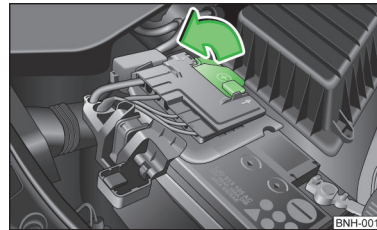

Abb. 133
- Die Abdeckung in Pfeilrichtung aufklappen » Abb. 133.